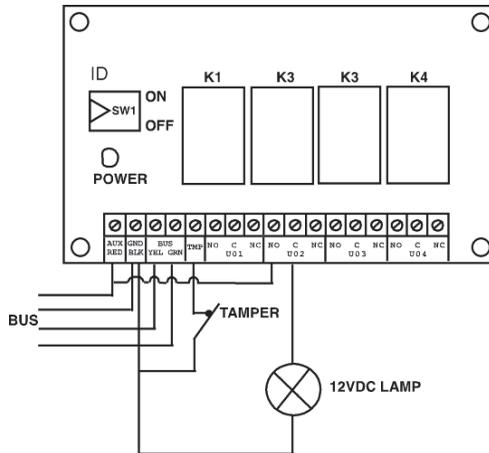

Figura 3-4: Modulo espansione Uscite a 4 Relè (Es. di cablaggio del modulo UO4)
- a. U04 – Relè (vedere Figura 2-8 e Figura 3-4)
8. Collegare i dispositivi alle Uscite di utilità (Relè da 12V—, 1A max. con contatti in scambio). Vedere Figura 2-8 e Figura 3-4.